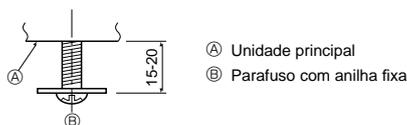

Fig. 5-5
5.4.1. Preparativos (Fig. 5-5)